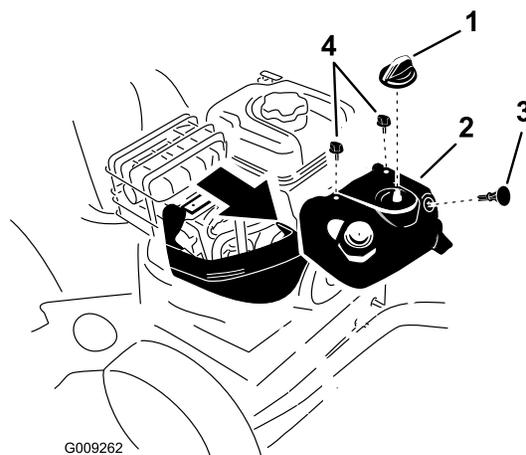

Figure 45
Remarque: Vous devez déposer le capot anti-neige supérieur pour accéder à la bougie d'allumage (Figure 45).
1. Enlevez la commande de starter et la clé de contact (Figure 45).
2. Enlevez les 2 vis qui fixent le capot anti-neige à la machine (Figure 45).